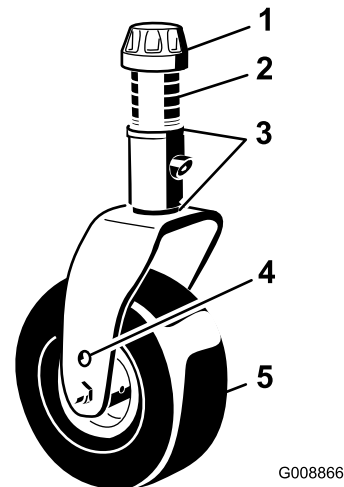

Figura 6
2. Coloque los ejes de las ruedas giratorias en el mismo taladro en ambas horquillas. Consulte Figura 6 y Figura 7 para saber cuáles son los taladros adecuados para esta configuración.
3. Retire el casquillo tensor del eje (Figura 6) y deslice el eje fuera del brazo de la rueda giratoria. Coloque los 2 suplementos (1/8 pulgada) en el eje de la misma forma que en la instalación original. Estos suplementos son necesarios para obtener el mismo nivel en toda la anchura de las unidades de corte. Coloque el número adecuado de espaciadores de 13 mm (consulte la tabla siguiente) en el eje para conseguir la altura de corte deseada, luego coloque la arandela en el eje.